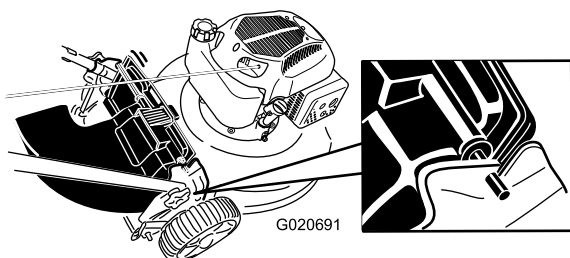

Figura 24
4. Inserite i perni del deflettore di scarico posteriore nelle tacche presenti sulla macchina (Figura 24).